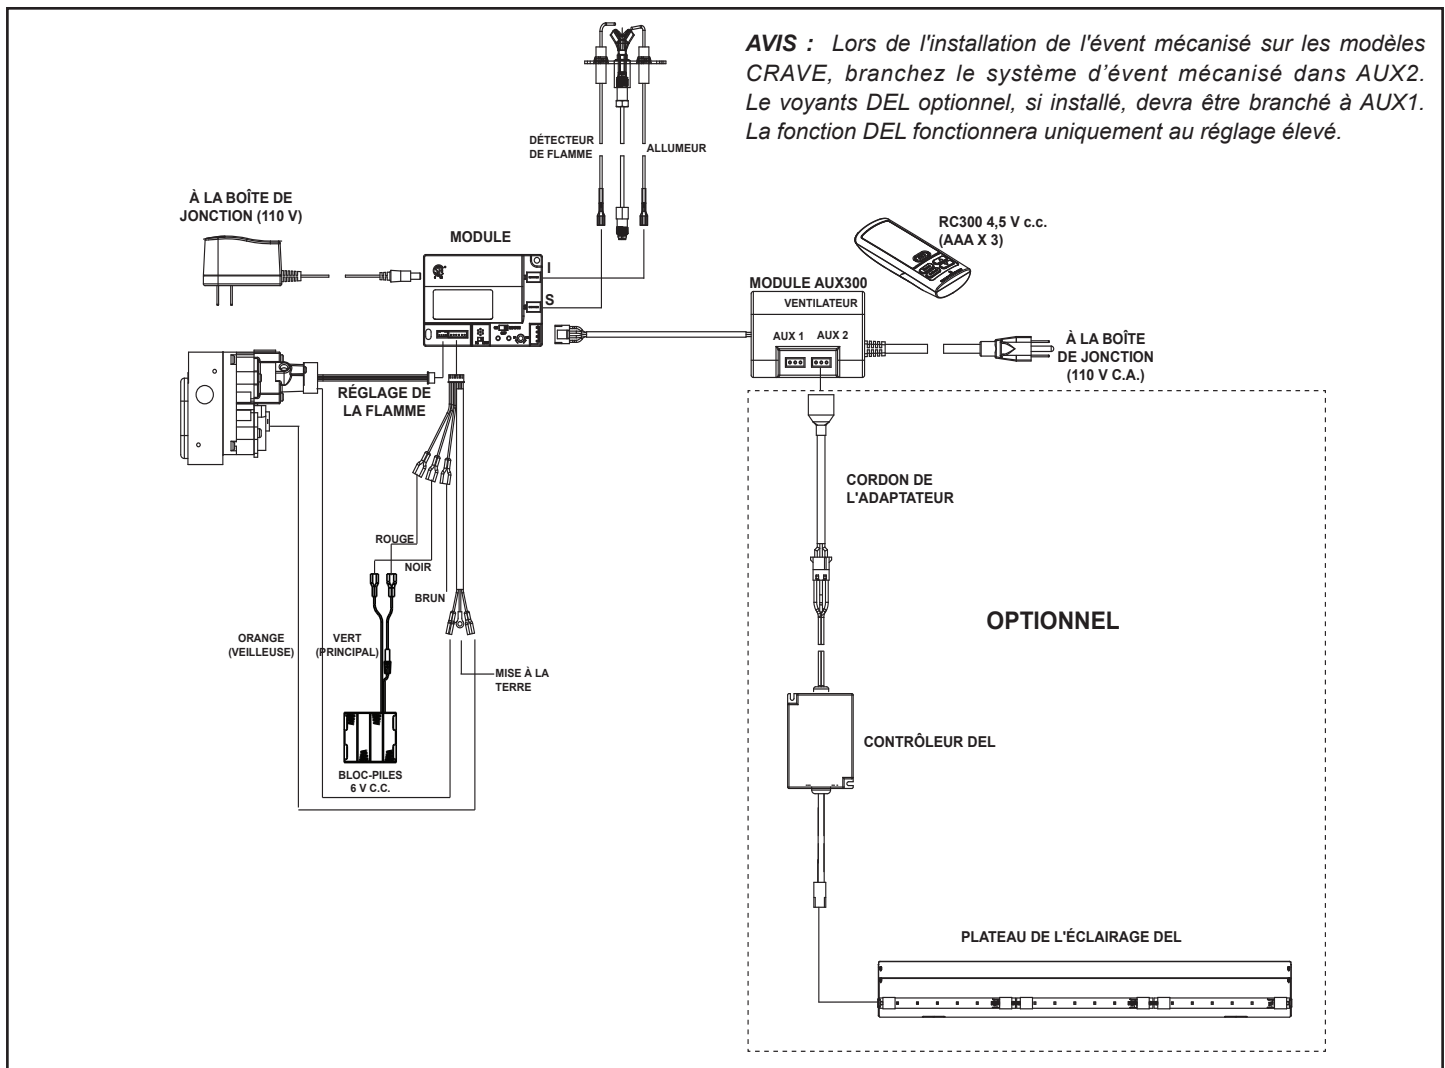

Figure 8.4 Schéma de câblage du système d'allumage IntelliFire™ Plus par télécommande
- Se référer à la figure 8.4, Schéma du câblage IPI.